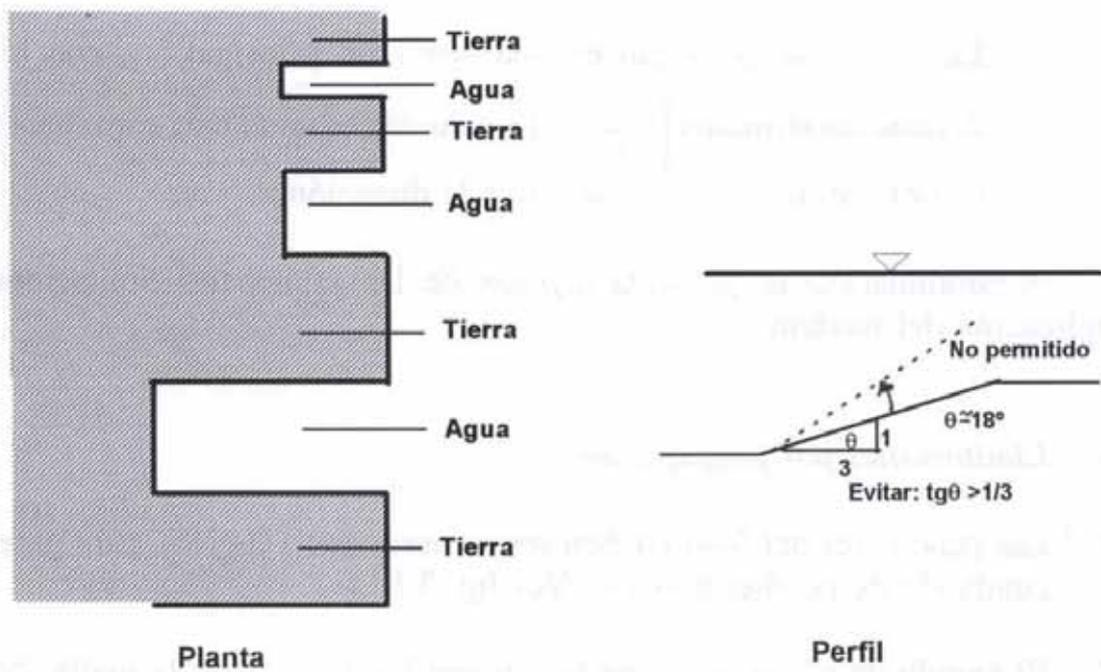

Figura 3.1. Esquema de contornos que se deben de evitar
1. Las pendientes del fondo deben ser menores que 1:3 ( $18^\circ$ ), para garantizar la condición de pendiente suave. Ver figura 3.1.
4. Evitar los contornos laterales que alternan agua-tierra-agua, porque pueden generar ruidos numéricos en la ejecución, (ver figura 3.1).